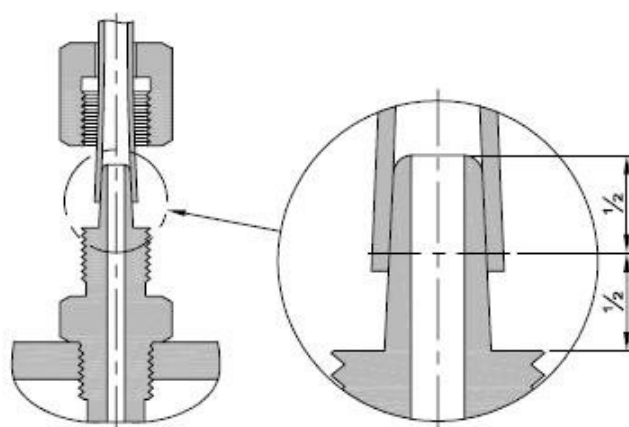

Рис.12 Подключение трубки PTFE
- Надеть развальцованный конец трубки PTFE на штуцер таким образом, чтобы трубка закрывала чуть более половины длины штуцера, как это показано на рис.12, затем надеть и до упора закрутить накидную гайку. Гайку закручивать пальцами, использовать инструмент (ключ и т.п.) допускается только для откручивания гайки.